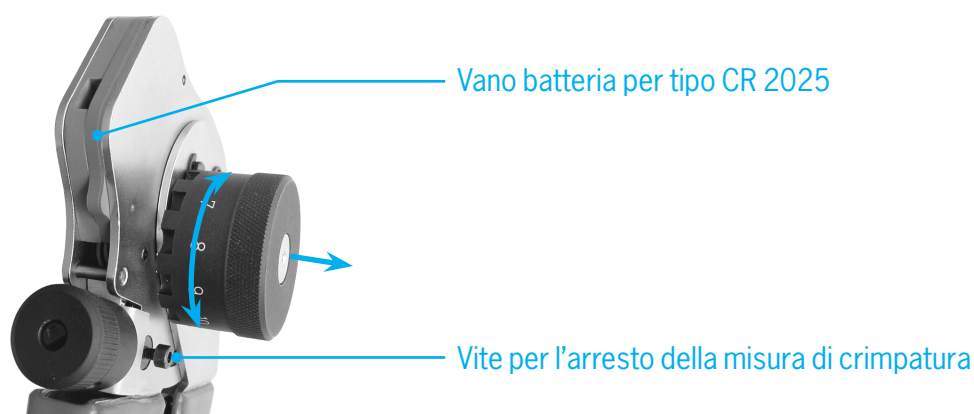

Figura 2
- Rilevare la regolazione dei mandrini di crimpatura e la posizione della sede (3) per il contatto da crimpare dalla matrice d'impostazione.
- Ruotando la rotella (8), modificare la regolazione dei mandrini di crimpatura (profondità di crimpatura dei mandrini) sino a quando sul display digitale compare il valore desiderato.
- Bloccare la regolazione della pinza con l'aiuto della vite di fissaggio (2).
- Sollevandola e ruotandola lateralmente (vedere figura 2), sistemare la sede contatto (3) nella posizione stabilita in base alla matrice d'impostazione.